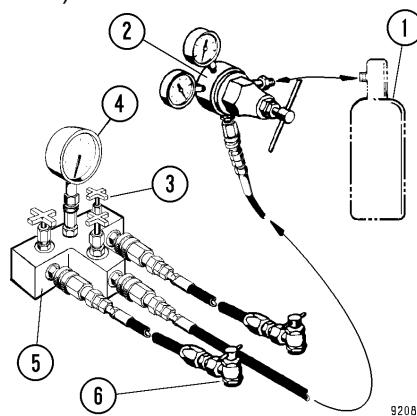

FIGURA 3-20. KIT DE CARGA DE NITRÓGENO
4. Cierre todas las válvulas de corte en el múltiple de frenos (4, Figura 3-20).
5. Conecte el kit de carga al contenedor de nitrógeno (1) y abra la válvula en el tanque.
6. Gire la manilla en "T" del adaptador de la válvula de carga (6) completamente (hacia la izquierda).